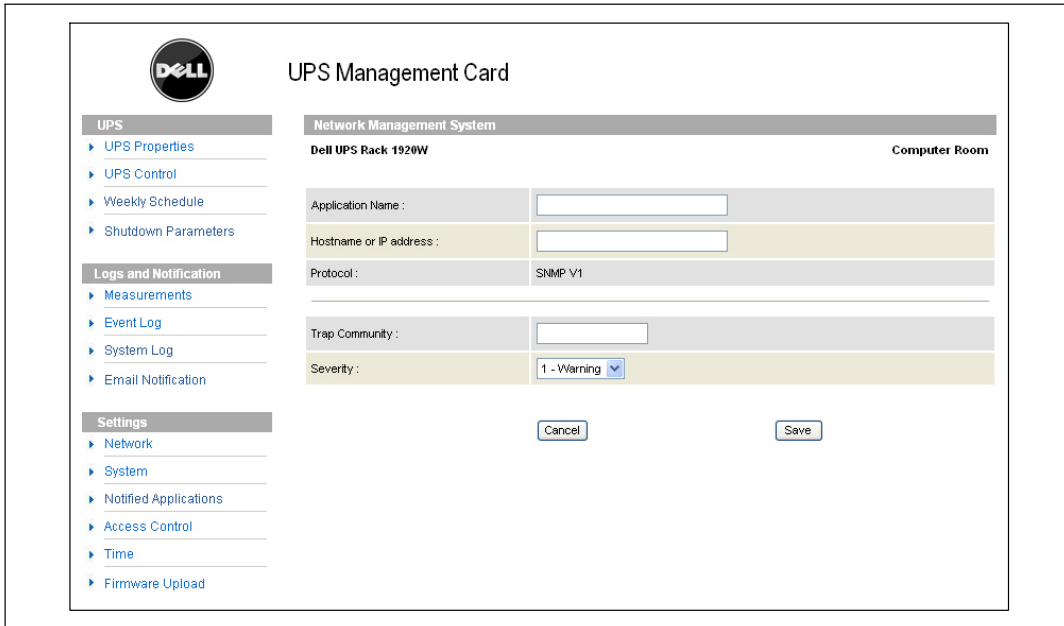

Abbildung 34. Seite NMS hinzufügen
- **NMS hinzufügen:** Fügt einen SNMP-Trap-Empfänger in die Liste benachrichtigter Anwendungen ein. Siehe Abbildung 34.